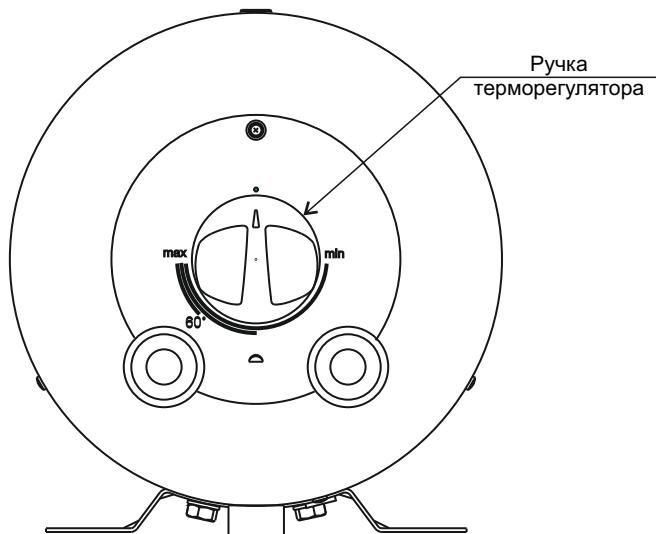

Рисунок 1 - Вид со стороны панели управления ЭВН
- На нижней защитной крышке ЭВН размещен терморегулятор, ручка которого выведена наружу (см. рисунок 1). С помощью этой ручки потребитель может плавно регулировать температуру нагрева воды до 70°C.
- Для ориентации на шкале обозначено положение ручки терморегулятора, соответствующее нагреву воды примерно до 60 °С (см. рисунок 1).